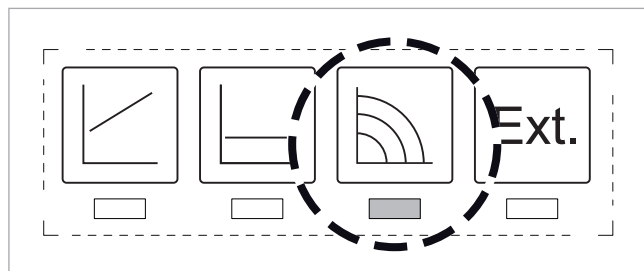

Fig. 21: Impostare la velocità costante
2. Impostare la velocità costante, vedi → Fig. 21. Se necessario, premere più volte il pulsante di comando superiore.